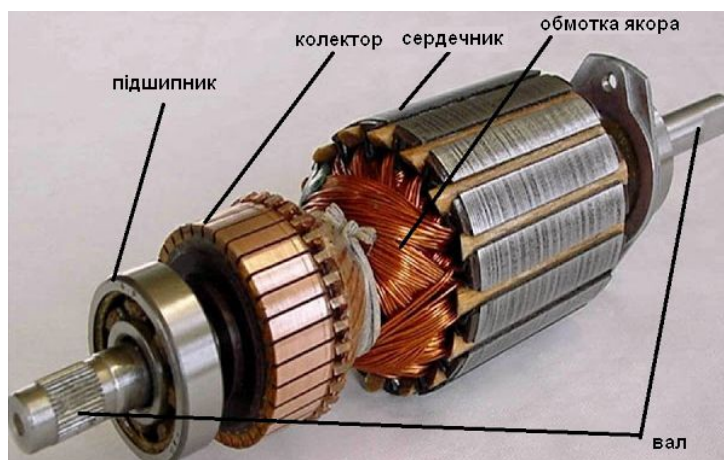

Рисунок 15.2 – Колекторний двигун постійного струму
- колекторним, в якому давачем положення ротора і перемикачем струму в обмотках є один і той ж пристрій – щітково-колекторний вузол, рис. 15.2;